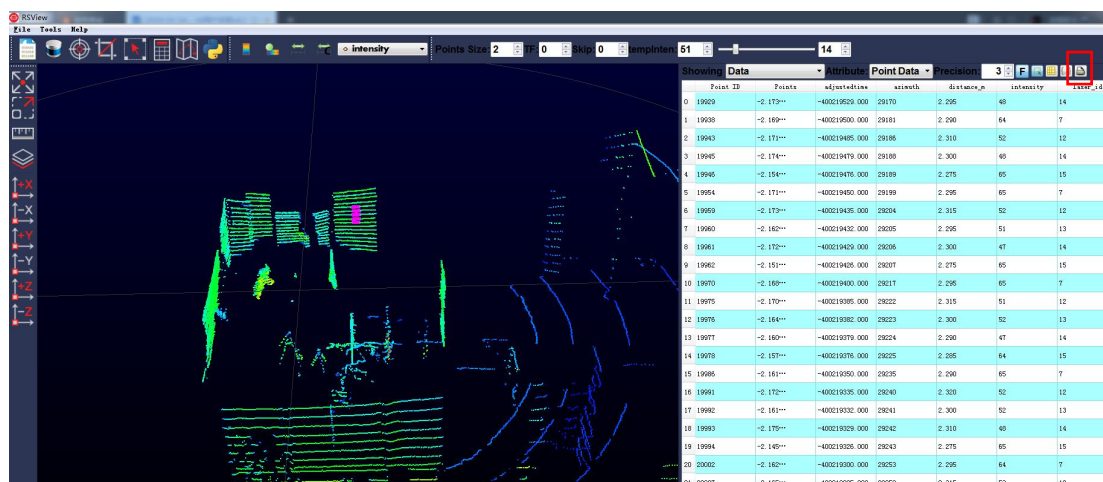

图 C-13 RSView List Selected Points
9. 在 3D 数据显示空间中, 使用鼠标画一个长方形框住一些数据点, 这些点的数据将会在 Spreadsheet 被选择, 并且在图中会变成粉红色(图 C-13)。